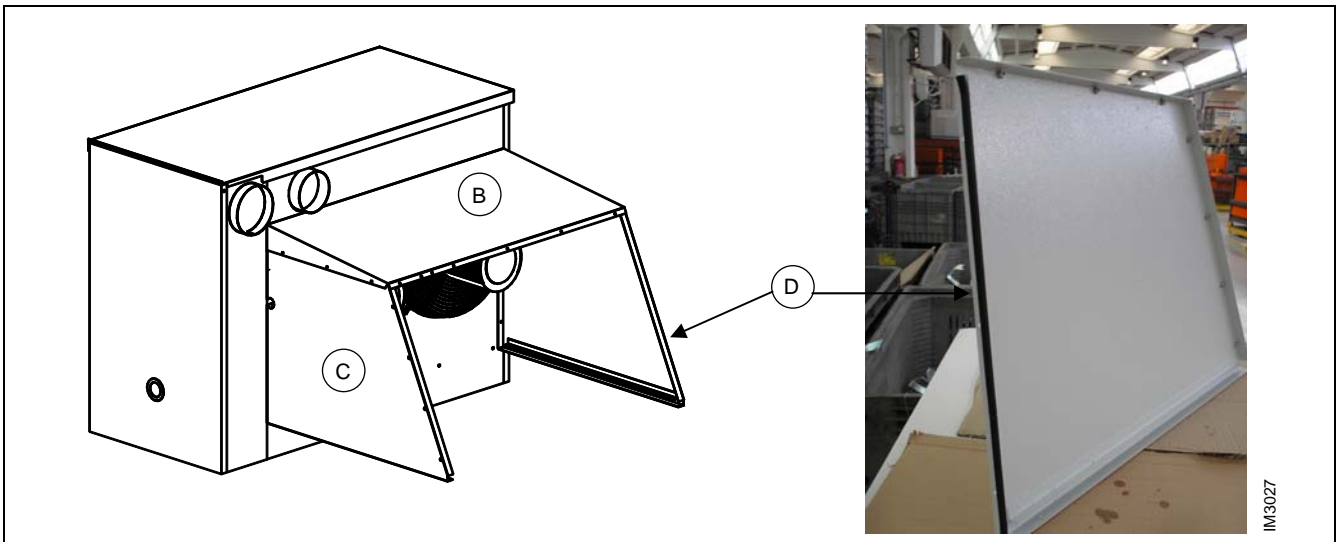

Figura 13 – POSIZIONAMENTO GUARNIZIONE DI TENUTA E MONTAGGIO FIANCO DESTRO PLENUM DI RIPRESA
3. La stessa procedura del punto 2 va effettuata anche sul fianco destro D (vedi Figura 13).